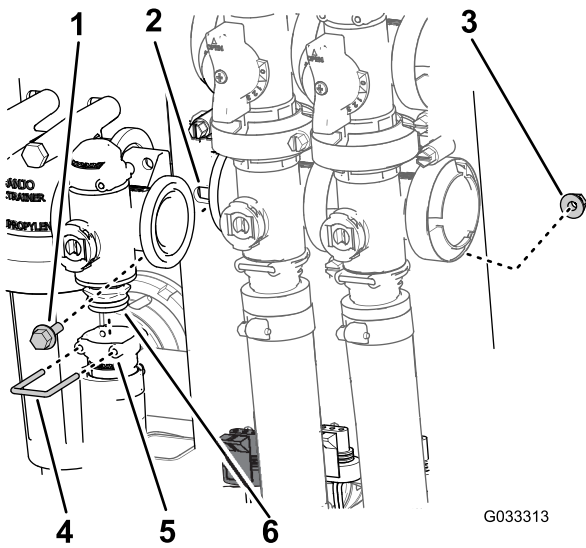

Figura 68
2. Retire la horquilla de retención que sujeta el conector de salida al distribuidor de la válvula de control de caudal (Figura 68).
- Retire los 2 pernos con arandela prensada y las 2 tuercas con arandela prensada que sujetan la válvula de control de caudal al soporte de la válvula, y retire el distribuidor de la válvula de la máquina (Figura 68).